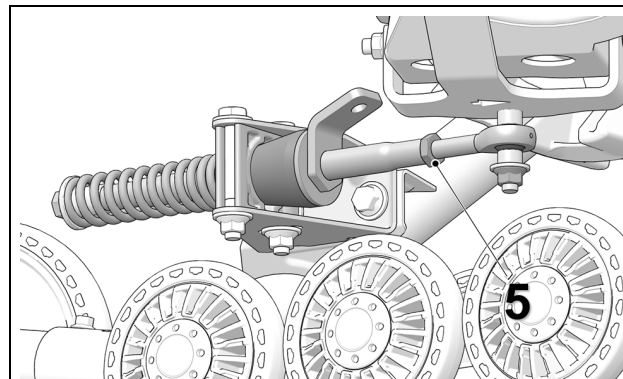

Figure 16
- Resserrer le contre-écrou (5) à un couple de 40 N·m (30 lb·pi). Voir Figure 16.